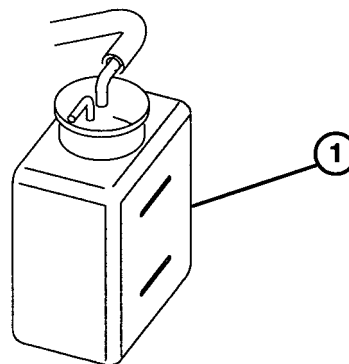

図 19
2. 冷却液の量を点検する（図19）。タンクのマークの間まであれば適正（エンジンが冷えている時。）